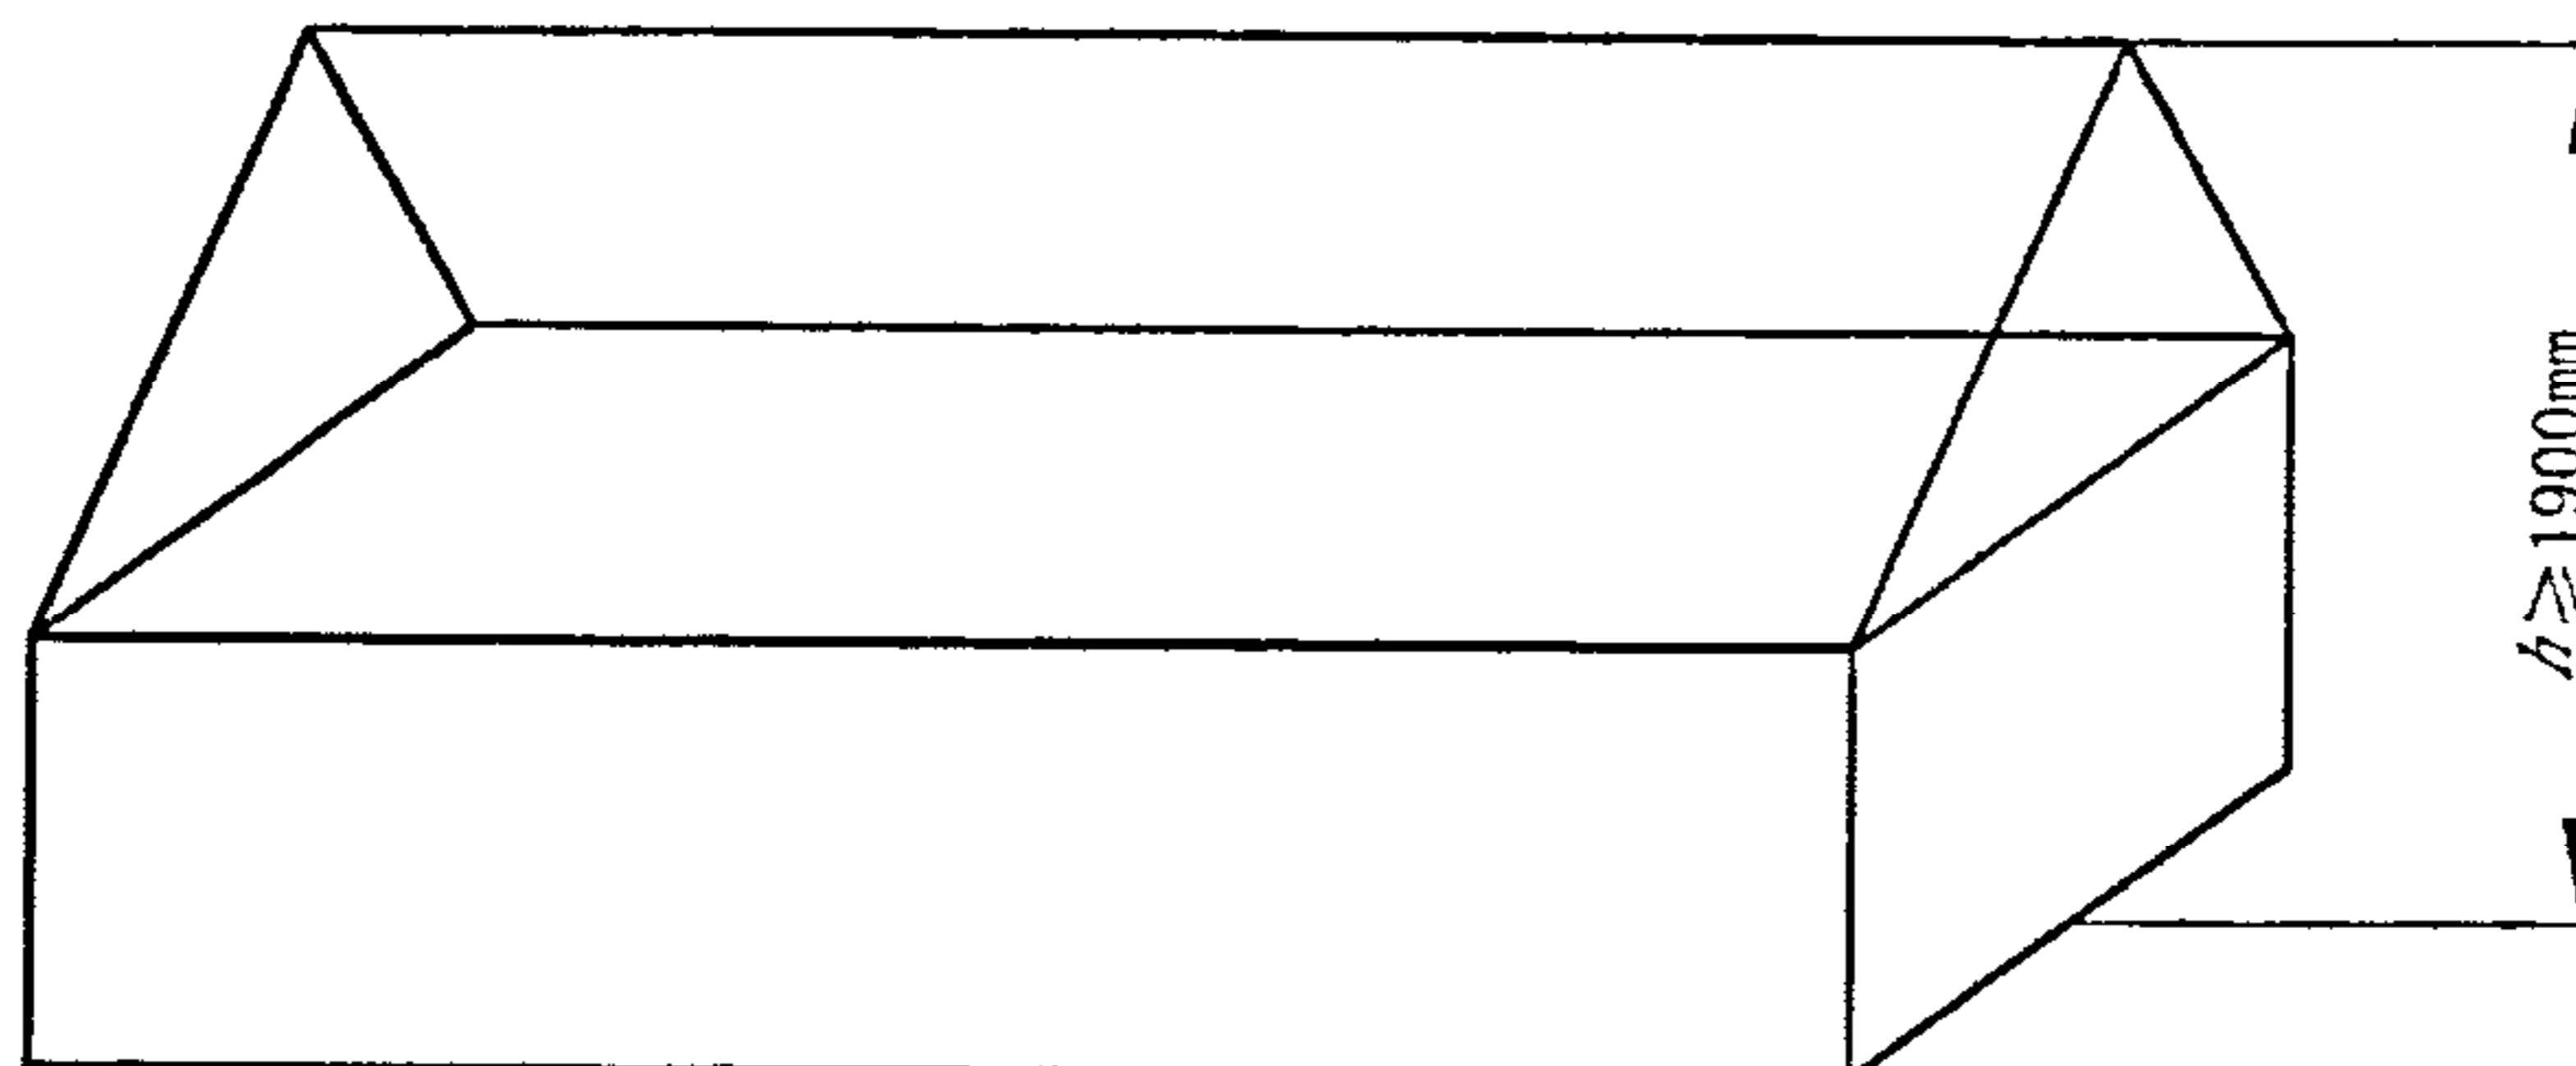

图1 限位保险杠示意图
4.3.21 作业平台上应加装限位保险杠，作业平台底部至限位保险杠顶部高度应不小于 1900 mm。见图 1，工作平台与主臂除正常连接装置外，应增加保险装置，防止工作斗脱落。